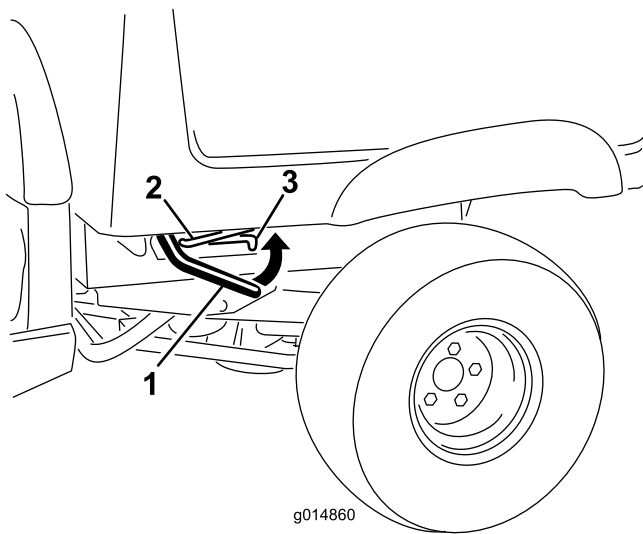

Bild 1
2. Heben Sie den Hebel an beiden Seiten der Ladepritsche an und heben Sie die Ladepritsche an (Bild 1).